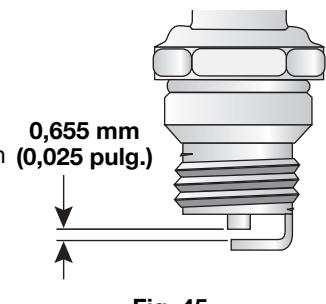

Fig. 45
3. Cambie las bujías que estén rajadas, sucias o deterioradas. Fije la separación de aire a 0,655 mm (0,025 pulgadas) utilizando un calibrador (Fig. 45).